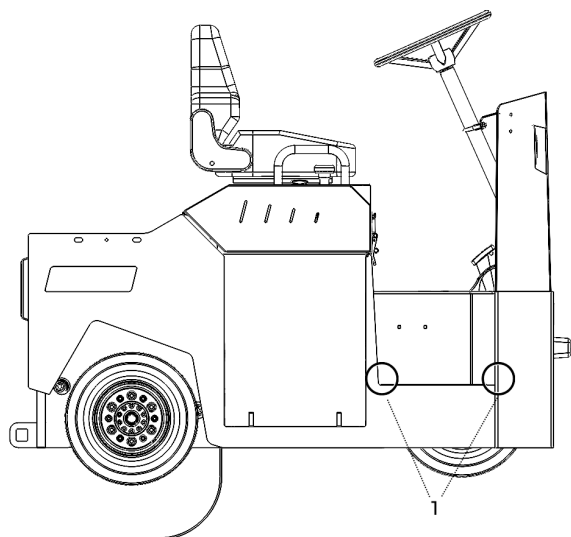

Figure 28. Coins des panneaux de côté.
- Coins des panneaux de côté (1) (des deux côtés). Des fissures risquent de se produire dans ces angles car ils sont soumis à des contraintes importantes (voir figure 28).